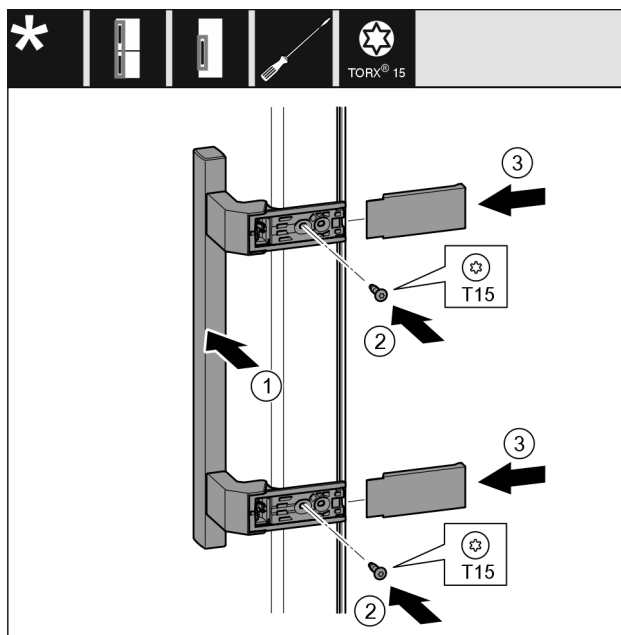

Fig. 23
- ▶ Założyć uchwyt Fig. 23 (1) po przeciwległej stronie.
- ▶ Przykręcić śruby Fig. 23 (2) śrubokrętem.
- ▶ Założyć osłony Fig. 23 (3) z boku i wsunąć.